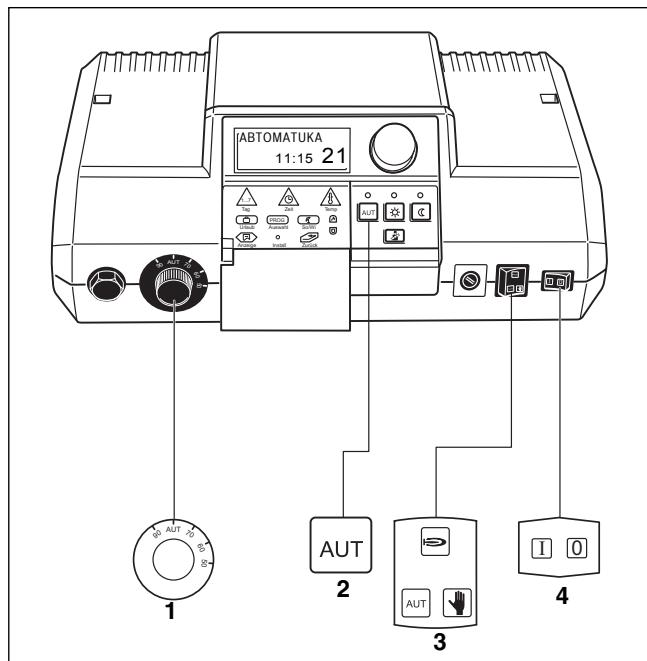

Рис. 8 Кнопки, необходимые для пуска в эксплуатацию
- Установите пусковой выключатель на "**I**" (ВКЛ.) (→ рис. 8, [4]).
- Поворачивая регулятор температуры котловой воды, установите его на "AUT" (→ рис. 8, [1]).
- Установите переключатель автоматического, аварийного режима, отопления и горячего водоснабжения на "AUT" (→ рис. 8, [3]).
- Нажать кнопку "AUT", для старта автоматического режима по таймеру (→ "Изменение режима работы", рис. 11) (→ рис. 8, [2]).
- Установите пусковой выключатель в положение "0" (→ рис. 8, [4]).